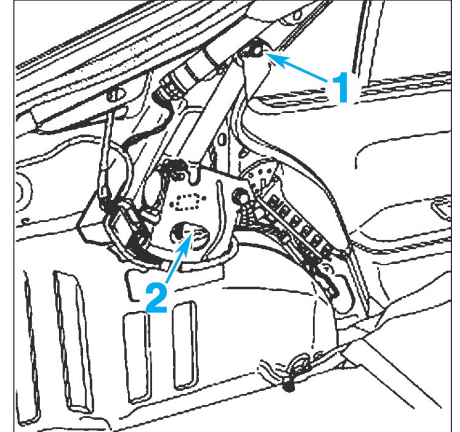

FIG. 13
- la vis supérieure de ceinture (1) (Fig.13),
- la vis de l'enrouleur pyrotechnique (2),